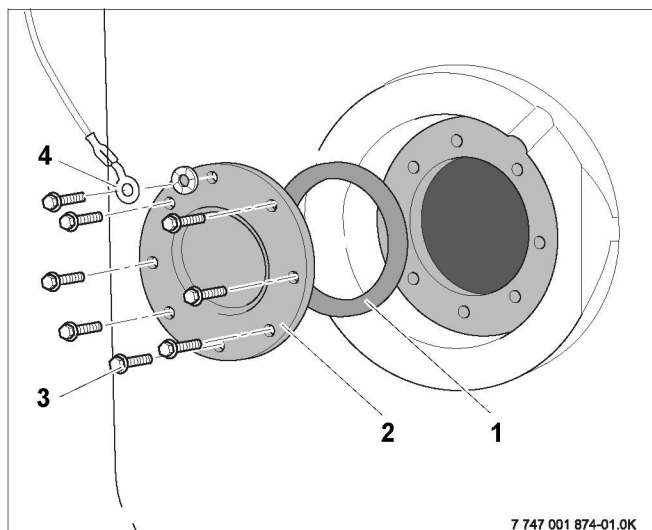

Рис. 14 Установка крышки смотрового люка
- Мы рекомендуем после чистки установить новое уплотнение крышки люка (рис. 14, **поз. 2**), чтобы избежать появления неплотностей в баке.
- Установить на прежнее место крышку верхнего смотрового люка (рис. 14, **поз. 2**) вместе с уплотнением (рис. 14, **поз. 1**).
- Установить ушко заземляющего провода (рис. 14, **поз. 4**), затянуть болт с зубчатой шайбой.
- При креплении ушка заземляющего провода (рис. 14, **поз. 4**) болтом на крышке смотрового люка необходимо обеспечить хорошую проводимость тока, чтобы не нарушить функцию магниевого анода.
- Рукой закрутить болты (рис. 14, **поз. 3**) на крышке люка.
- В заключение затянуть винты с шестигранной головкой (рис. 14, **поз. 3**) динамометрическим гаечным ключом с усилием 25 – 30 Нм.